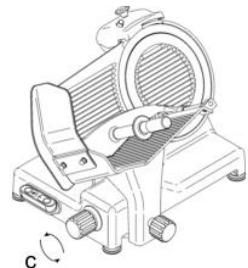

Fig. 20
- compruebe el orificio del panel móvil de espesor de corte con el regulador de espesor de corte girándolos en sentido horario o antihorario (c, fig. 20);